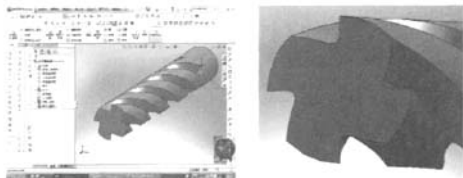

图 5
(5) 使用“圆周阵列”命令,在窗口左边的“属性管理器”中,选择“要阵列的特征”为图4中“扫描切除”所形成的螺旋槽面,选择在 360° 上阵列,阵列数为4,选取“等间距”复选框,“阵列轴”选取工件圆柱体的轴线,执行命令后,其模拟加工结果如图5所示。